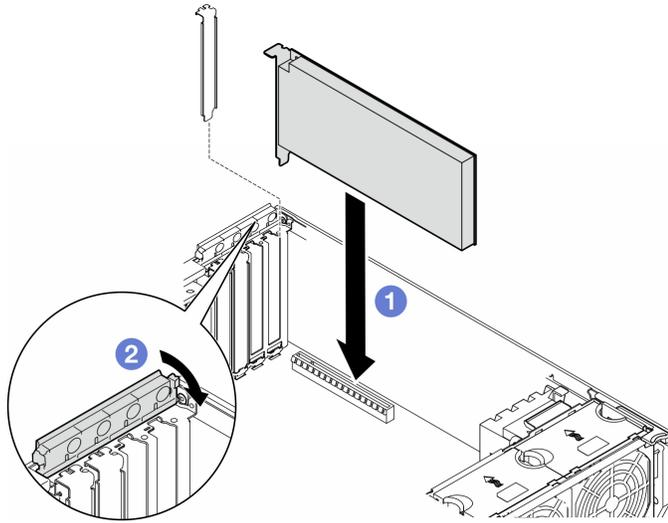

Figura 94. Installazione di un adattatore PCIe HL
- Per sostituire un adattatore PCIe esistente, passare alla procedura di installazione: Figura 94